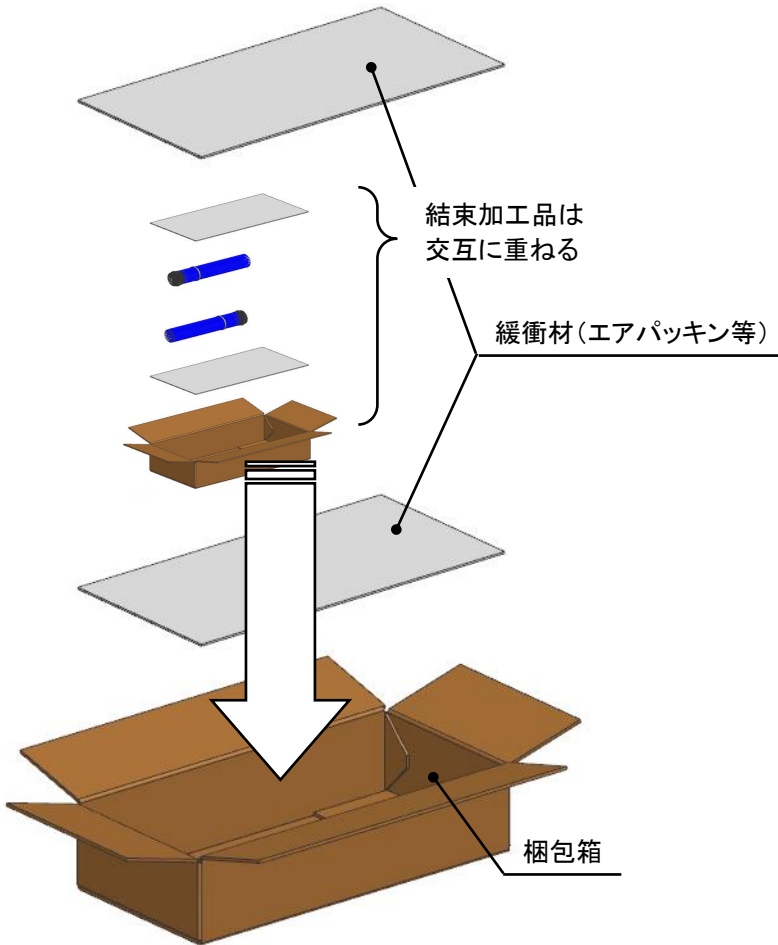

Fig. 5-2
- ※加工品の束を梱包箱に入れる際、積み重ねによる荷重等の負荷が端子へ直接長時間加わらない様、交互に重ねるなどして下さい。(Fig.5-2)
- ※梱包箱底面および上面には、緩衝材等を敷いて下さい。また、段積みによる荷重等の負荷が端子へ直接長時間加わらない様に、緩衝材を敷く等の御配慮をお願い致します。(Fig.5-2)